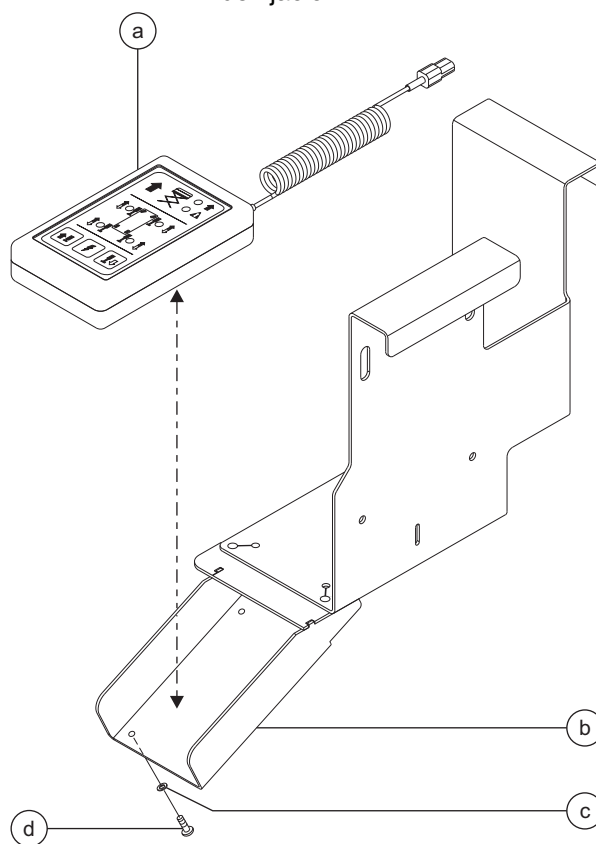

Ilustración 1
- 4 Retire los elementos de fijación que unen el panel de control de los estabilizadores a su soporte. Deposite los elementos de fijación a un lado. Ver ilustración 1.
- 5 Retire cuidadosamente el panel de control de los estabilizadores de su soporte. Ver ilustración 1.